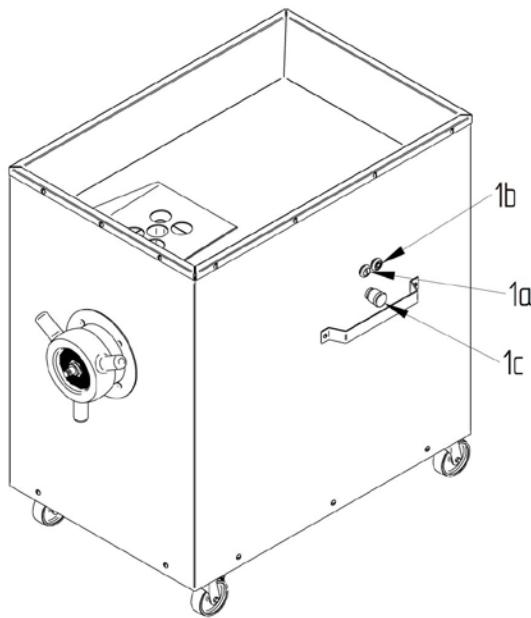

Рисунок 1
В модели LM-42 и LM-130 кнопка ПУСК/СТОП, а также кнопка аварийной остановки расположены на лицевой стороне мясорубки (Рисунок 1: № 1а, 1б, 1с). Кнопка Пуск снабжена выключателем низкого напряжения для предотвращения непроизвольного включения машины после остановки машины из-за отключения электричества.
1. **ОСТАНОВИТЕ** машину нажав на черную кнопку Стоп (Рисунок 1, № 1b).
При условии, что все требования, указанные в разделе 5.1.2 соблюдены, мясорубка включается нажатием на белую кнопку Пуск (Рисунок 1, № 1a).
Мясорубка может быть остановлена нажатием на черную кнопку Стоп. (Рисунок 1, № 1b) или **в случае необходимости** нажатием на **КНОПКУ АВАРИЙНОЙ ОСТАНОВКИ** (Рисунок 1, № 1c). Машина также снабжена выключателем низкого напряжения для предотвращения непроизвольного включения машины после остановки машины из-за временного отключения электричества.